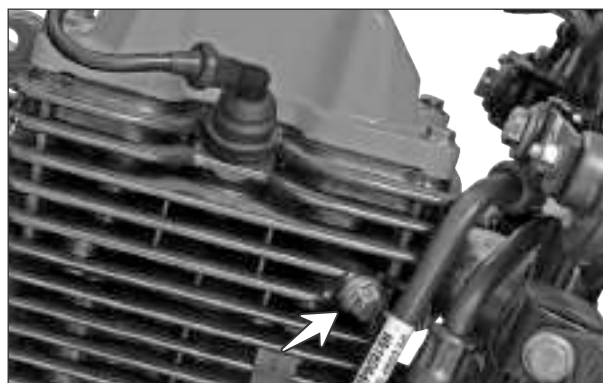

Fig. 4.30
- aflojar lentamente el perno de brida hexagonal (M8x15 - 1 no.) Junto con la junta de cobre y buscar el flujo de petróleo. (Fig. 4.30)